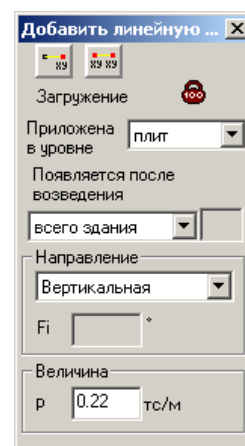

Рис.1.10.4. Окно диалога **Добавить линейную нагрузку**
- В открывшемся окне диалога **Добавить линейную нагрузку** (рис. 1.10.4) задайте следующий параметр: